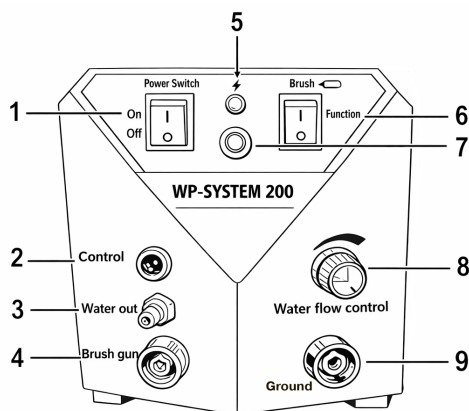

Рисунок 1 – Основные компоненты WP-SYSTEM 200
2. Плотно вставьте его разъем в гнездо №9 (Рис.1 – Разъем подключения обратного кабеля с массовым зажимом) на панели аппарата и проверните до упора для надежного электрического контакта.
1. Подключение силового кабеля. Толстый провод с массивным разъемом («папа»), плотно вставьте в разъем №4 (Рис.1 – Разъем подключения силового кабеля) и проверните до упора.
2. Подключение кабеля управления. Тонкий провод с разъемом 2-pin, подключите в разъем №2 (Рис.1 – Разъем подключения кабеля управления).
3. Подключение подачи жидкости. Возьмите силиконовую красную трубку, идущую от рукоятки, и плотно наденьте ее на штуцер №3 (Рис.1 – Разъем подключения канала для подачи жидкости). Убедитесь, что трубка сидит плотно и не пережата – это предотвратит протекание и обеспечит стабильную подачу жидкости.
ВНИМАНИЕ! Все операции по заливке жидкости проводите при выключенном аппарате (переключатель №1 (Рис.1) в положении OFF). Используйте средства индивидуальной защиты (перчатки, очки).
1. Проверка состояния аппарата: убедитесь, что главный выключатель №1 (Рис.1) находится в положении OFF, а сетевой кабель отключен от розетки.
Аппарат WP-SYSTEM 200 позволяет работать с двумя типами оснастки, под которые предусмотрены соответствующие режимы на регуляторе №6 (Рис.1):
1. **Включение аппарата:** переведите главный выключатель №1 (Рис.1) в положение ON. Рабочий ток подается на насадку постоянно, пока аппарат включен.
2. **Выбор режима:** установите регулятор №6 (Рис.1) в положение, соответствующее выбранной насадке (Brush или Wrap cloth).
3. **Регулировка подачи жидкости:** с помощью регулятора №8 (Рис.1) установите необходимый расход жидкости. Рекомендуется начинать с минимального уровня и постепенно повышать при необходимости.
1. Переведите главный выключатель №1 (Рис.1) в положение OFF.
2. Отсоедините рукоятку от разъемов №2, №3, №4 (Рис.1).